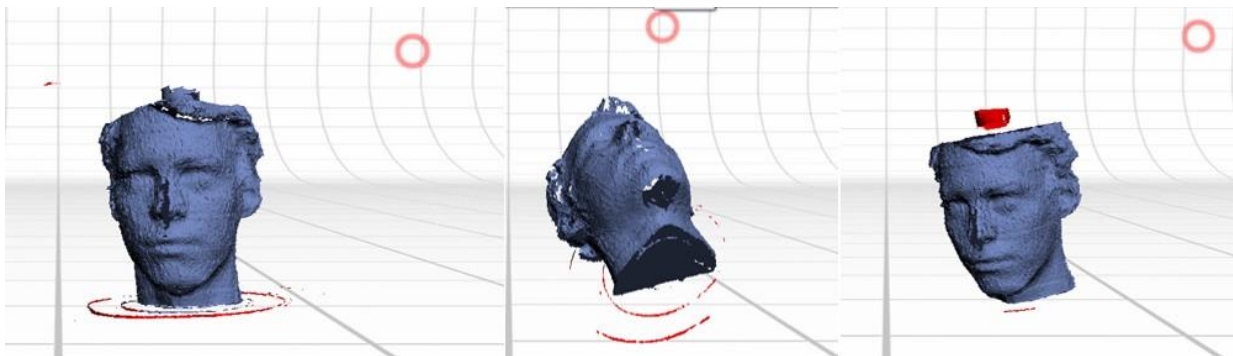

Figura 24. Corte de bordes.
10. Seleccione con el círculo para empezar a eliminar estas superficies o anomalías, se observa que se pone de color rojo lo que se quiere deshacer del objeto, como se muestra en la Figura 24.